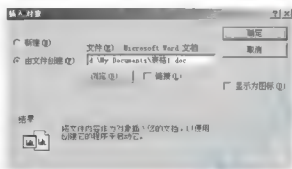

图 3.131 【插入对象】对话框
(1) 在 Microsoft Word 或 Excel 软件中做好表格后存盘。
(2) 在 AutoCAD 图形文件中, 执行菜单栏中的【插入】|【OLE 对象】命令, 打开【插入对象】对话框, 点选【由文件创建】单选按钮, 如图 3.131 所示。